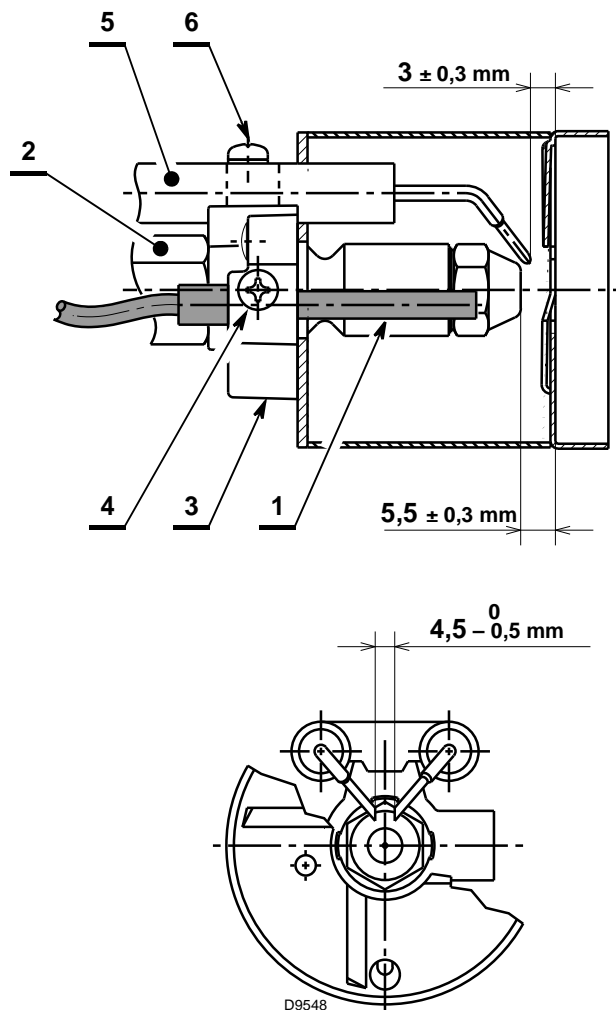

Fig. 17
- apoyar el conjunto soporte del disco estabilizador 3) (Fig. 17) en el portaboquilla 2) y bloquear con el tornillo 4).
- introducir la fibra óptica 1) (Fig. 17) en el conjunto soporte del disco estabilizador 3) y asegurarse de que llegue hasta el final.